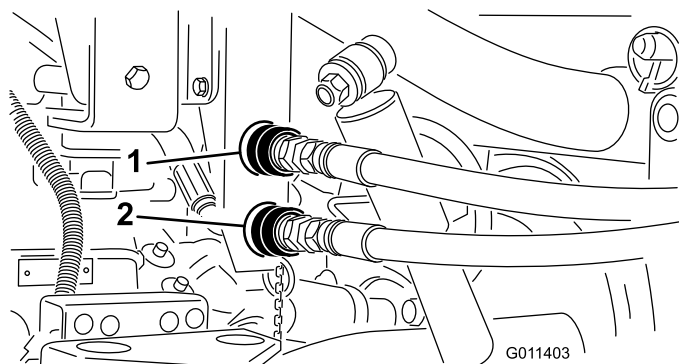

Figura 17
3. Limpe qualquer sujidade dos acopladores rápidos do TopDresser (Figura 17) antes de os ligar. Os acopladores com sujidade podem provocar a contaminação do sistema. Depois de limpar, fixe ambos os acopladores rápidos ao Workman. Os
Nota: Os acopladores mostrados em Figura 17 são dos veículos com números de série anteriores a 239999999.